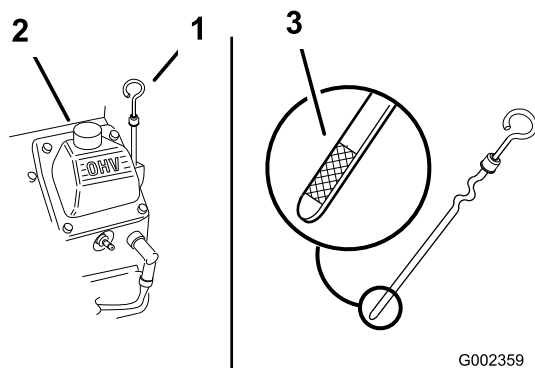

Figura 16
2. Pulite attorno all'asta di livello (Figura 16) in modo che la morchia non possa penetrare nel foro di rifornimento e danneggiare il motore.
3. Togliete l'asta di livello, asciugatela e reinseritela a fondo (Figura 16).
4. Rimuovete l'asta e controllate il livello dell'olio sull'asta. Il livello dell'olio deve raggiungere la tacca di pieno sull'estremità metallica dell'asta (Figura 16).